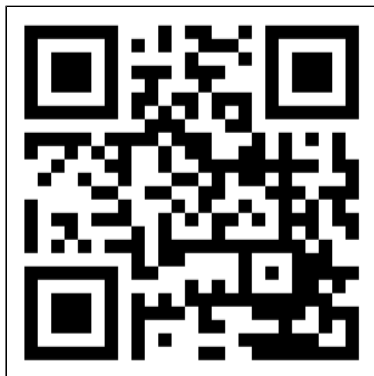

Figure 80.
1. Ouvrez le manuel de l'application Eurom Smart avec le QR-code (Figure 80) ou rendez-vous sur www.eurom.nl/nl/manuals.